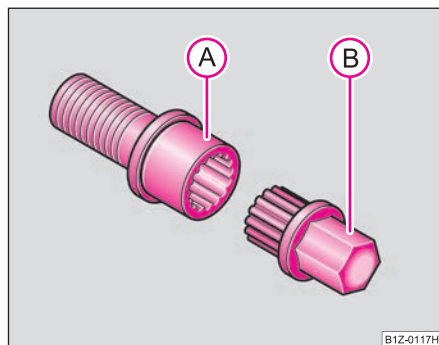

Fig. 194 Șurub de siguranță cu adaptor
- Introduceți adaptorul (B) cu partea zimțată până la limită pe interiorul zimțat al șurubului de siguranță (A), astfel încât să se mai vadă numai partea hexagonală ⇒ fig. 194.
- Împingeți cheia de roată până la capăt, pe adaptor (B).